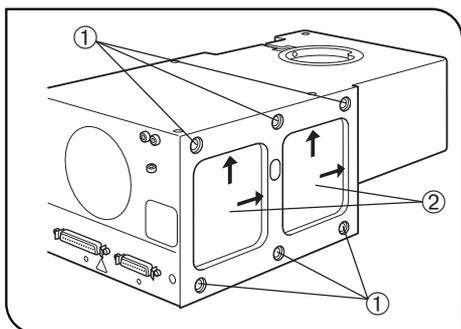

Fig. 18
(Figs. 18 & 19)
- Selle los 6 agujeros roscados ① (Fig. 18) del panel lateral izquierdo con los sellos suministrados, para evitar que salga luz y entre polvo.